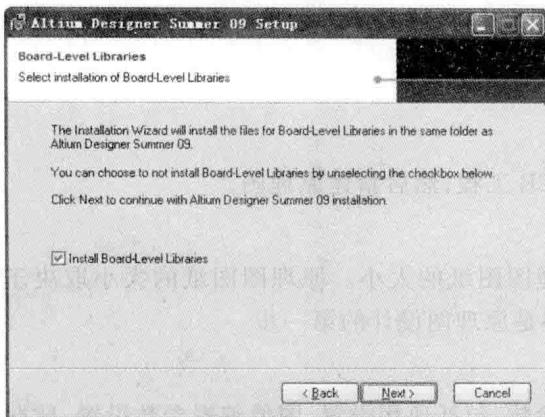

图 1-7 Board-Level Libraries 窗口
(7) 选择软件的安装路径后，单击“OK”按钮，显示如图 1-7 所示的 Board-Level Libraries 窗口。